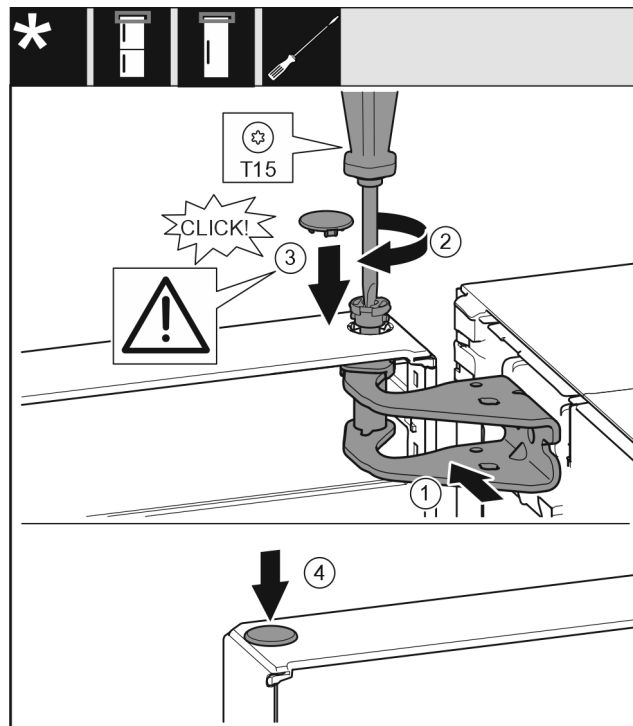

Fig. 23
- ▶ Регулирайте вратата горе спрямо отвора в лагерната стойка. Fig. 23 (1)
- ▶ Поставете болта Fig. 23 (2) и затегнете здраво с отвертка.
- ▶ Монтаж на предпазния капак Fig. 23 (3) за осигуряване на вратата: Поставете предпазния капак и проверете дали той е допрян до вратата. В противен случай поставете изцяло болта.
- ▶ Поставете тапата Fig. 23 (4).